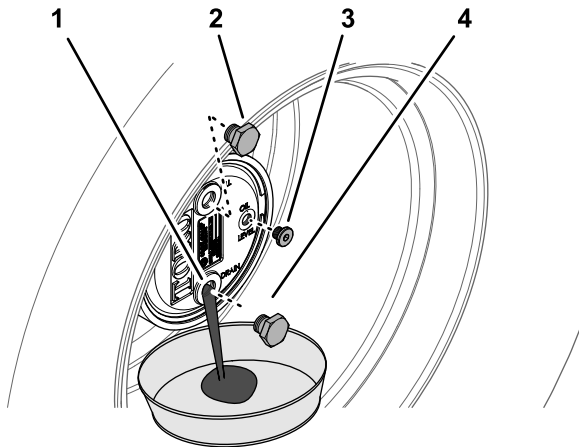

Figure 75
2. Enlevez le bouchon de remplissage de la position 12 heures et le bouchon de contrôle de la position 3 heures (Figure 75).
3. Placez un bac de vidange sous le moyeu du train planétaire, enlevez le bouchon de vidange à la position 6 heures et vidangez toute l'huile (Figure 75).
5. Insérez le bouchon de vidange dans l'orifice de vidange du carter de train planétaire (Figure 75).